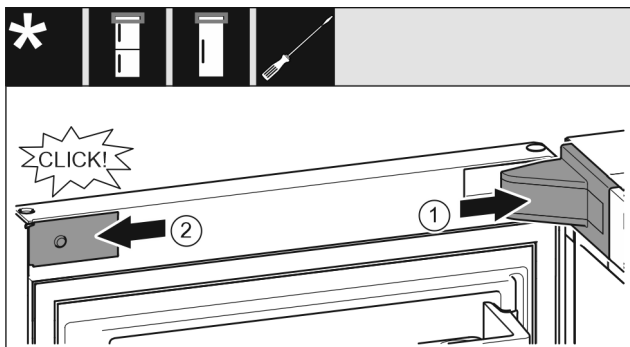

Fig. 34
- ▶ Τοποθετήστε και κουμπώστε το κάλυμμα του στηρίγματος, ενδεχ. αποσυμπιέστε το προσεκτικά. Fig. 34 (1)
- ▶ Εφαρμόστε στο πλάι το διακοσμητικό κάλυμμα και κουμπώστε το. Fig. 34 (2)